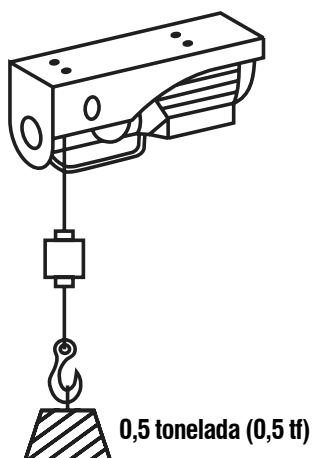

Fig. 15 – Winche con la configuración simple
- c. Con la configuración simple, sin el gancho con la polea de inversión, la capacidad de carga máxima es de 0,5 tonelada (0,5 tf) (Fig. 15), con elevación máxima de 12 m de altura.